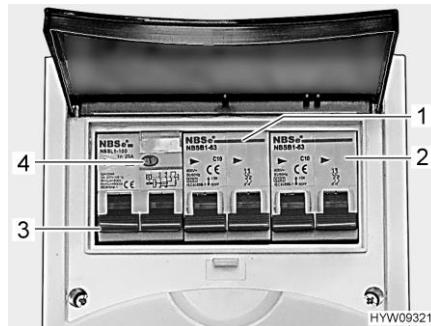

Fig. 60 Interruttore di sicurezza e interruttore automatico FI (scatola dei fusibili a 230 V)
Un interruttore di sicurezza per correnti di guasto (interruttore automatico FI) (Fig. 60,3) nella scatola dei fusibili protegge l'intero veicolo da correnti di guasto (30 mA).
L'interruttore di sicurezza collegato in serie (10 A) (Fig. 60,1) protegge le prese da 230 V, il frigorifero e la centralina elettrica.
Un ulteriore interruttore di sicurezza (16 A) (Fig. 60,2) consente di proteggere altri apparecchi.
- Se il veicolo è collegato all'alimentazione a 230 V, premere il tasto di controllo (Fig. 60,4). L'interruttore di sicurezza per correnti di guasto (FI) deve scattare.